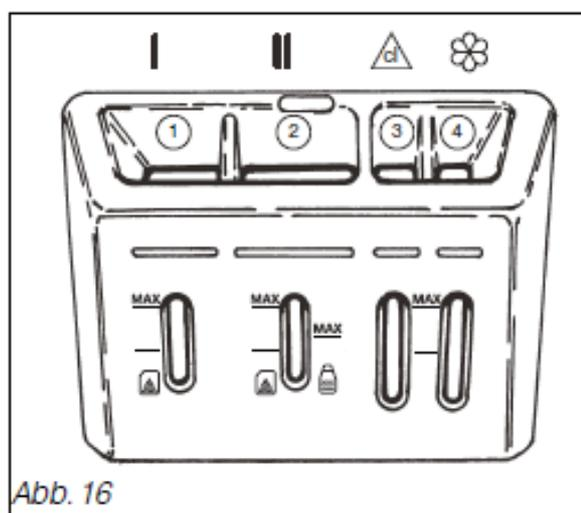

Abb. 16
• BEFÜLLEN MIT WASCHMITTEL (Abb. 16)